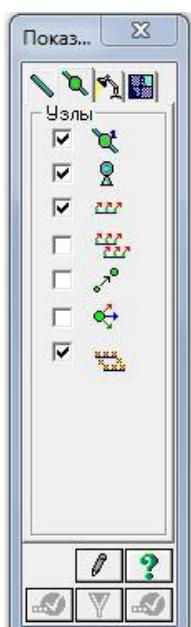

Рис. 3.19. Диалоговое окно
- В диалоговом окне Показать (рис.3.19) активизируйте вторую закладку Узлы и установите флажок Номера узлов.